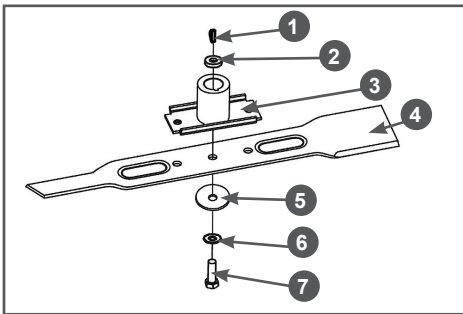

Рис. 26 Установка ножа
4. Измерьте зазор А между электродами свечи зажигания специальным щупом В. Зазор должен быть 0,7-0,8 мм (Рис. 26). При увеличении или уменьшении требуемого зазора, рекомендуется заменить свечу, так как регулировка зазора может привести к изменению качества искрообразования.
- С помощью соответствующего инструмента открутите болт 7 крепления ножа и снимите нож (Рис. 26).
- Снимите с вала двигателя адаптер 3 ножа и втулку 2 адаптера (Рис. 26).
- Убедитесь в том, что шпонка 1 адаптера на месте и не имеет повреждений (Рис. 26). Во избежание утери шпонки во время заточки ножа или других работ по обслуживанию газонокосилки извлеките шпонку из шпоночного паза и уберите в надёжное место.
- Установите все детали на место в порядке, обратном снятию. Схема установки показана на Рис. 26.
- Зафиксируйте нож от проворачивания и надёжно затяните болт 7 крепления ножа (Рис. 26).